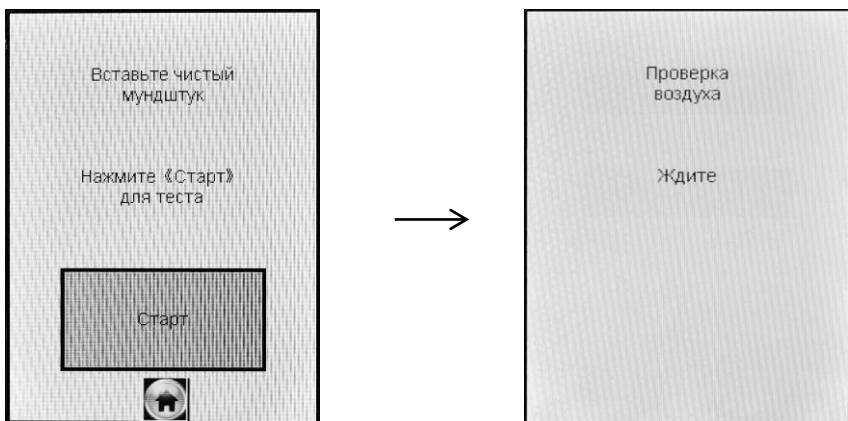

Рисунок 13 – Начало процедуры измерений
2.8.8 Когда данные всех полей будут введены, на экране появится окно с сообщением «Вставьте чистый мундштук» (рисунок 13, слева).
При нажатии на кнопку «**Старт**» происходит отбор пробы воздуха для выполнения автоматической проверки отсутствия этанола и других компонентов, которые могут оказать влияние на показания анализатора, в окружающем воздухе, в заборной системе анализатора и в мундштуке (рисунок 13, справа):